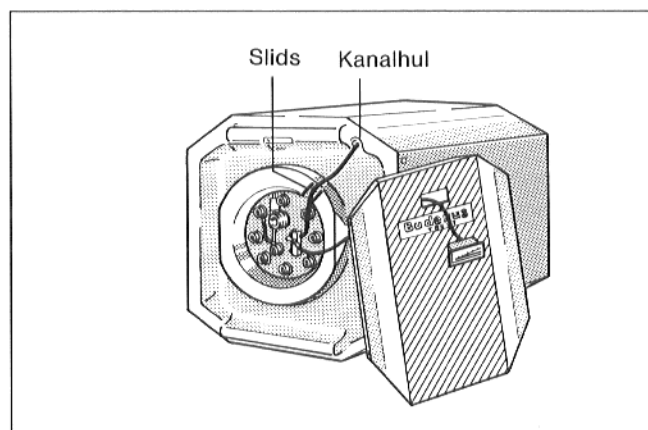

Fig. 7
- Føleren trækkes ud gennem kanalhullet på beholderens frontside og føres hen til låget til håndhullet, hvor den fastgøres (Fig. 7).
- Føleren til brugsvandstermometeret* (FB) føres fra front siden gennem åbningen i kabinetfrontstykket og termometerhuset sættes ind i åbningen (Fig. 7).
- Følerledningen rulles ud og føres ind i slidsen i isoleringsbeskyttelsen til følerfastgørelsen på låget til håndhullet (Fig. 7).